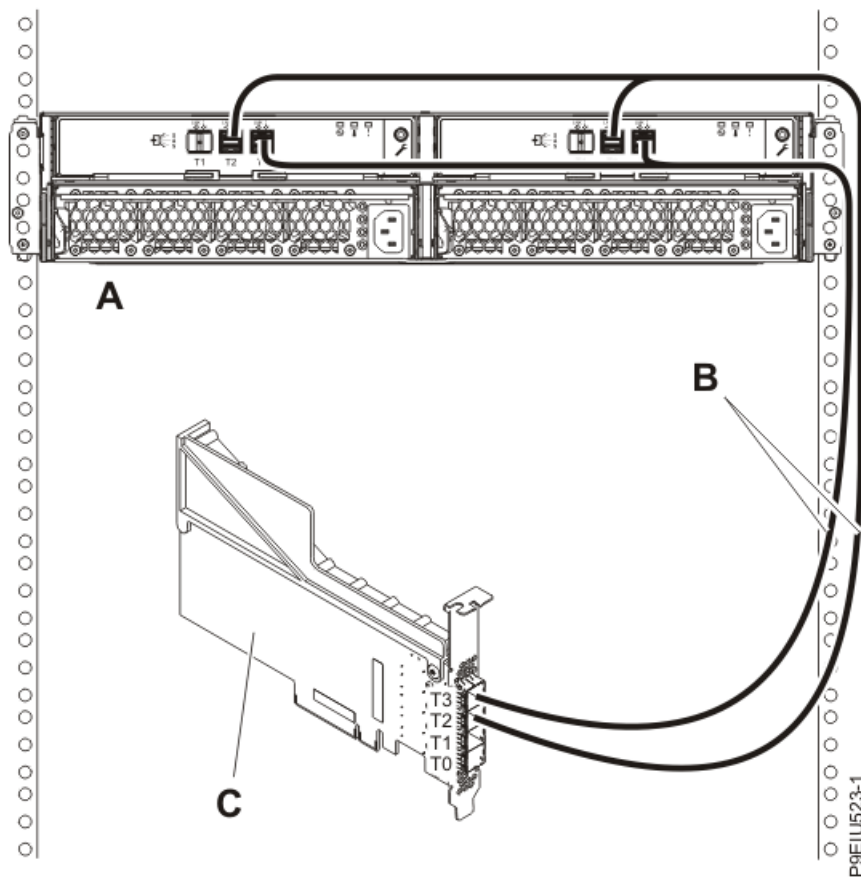

図 19. 2 本の Y012 ケーブルを使用した、システム内の PCIe スロット C12 にある FC EJ0K SAS アダプターへの 1 台の ESLS ストレージ・エンクロージャのモード 2 接続
19. 24 ページの図 19 に示すように、1 台のエンクロージャ (A) を 2 本の YO12 ケーブル (B) で、システム内の PCIe スロット C12 にある FC EJ0K アダプター (C) にモード 2 接続します。その後、29 ページの『ケーブルと電源コードの接続およびカバーの取り付け』に進みます。